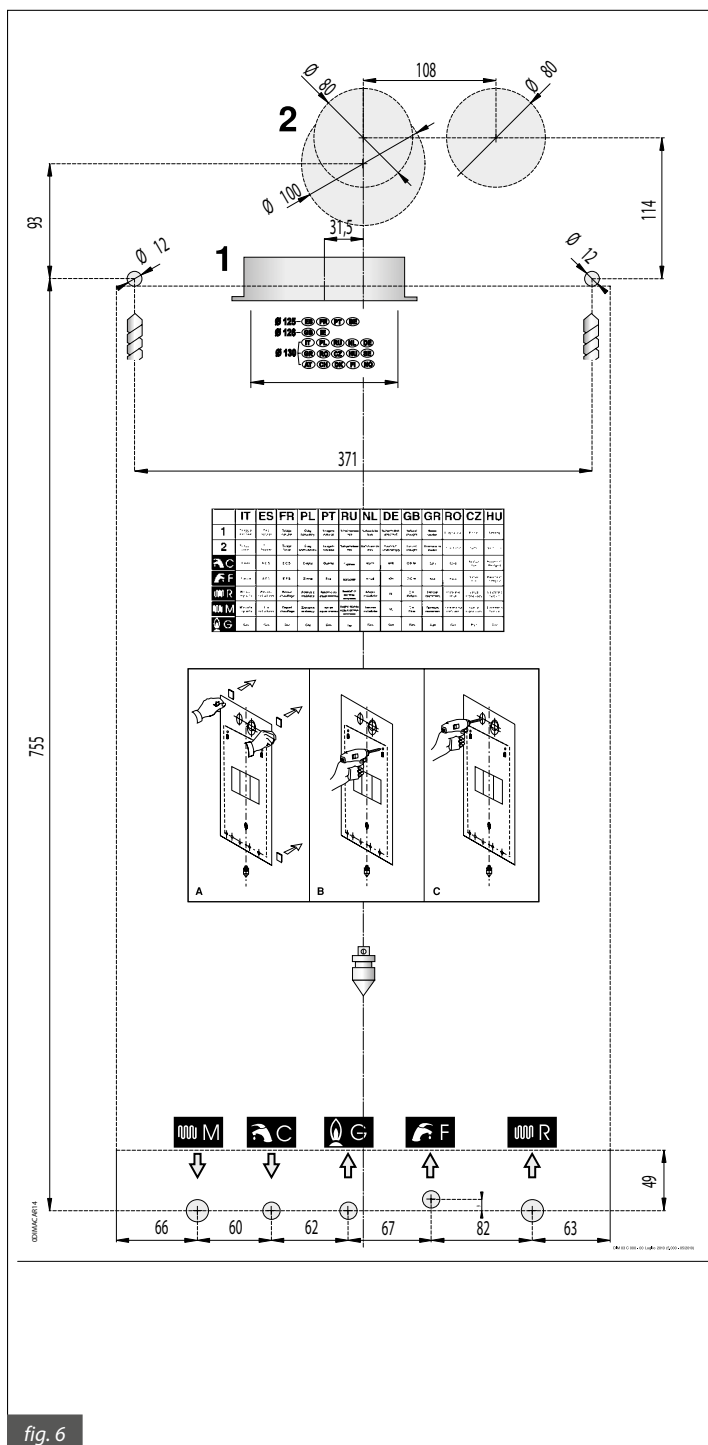

fig. 6
- b) șablonul de fixare a centralei termice în perete (fig. 6);
Fiecare centrală este dotată cu un șablon din hârtie (fig. 6) inclus în pachet, care permite pregătirea tuburilor pentru conectarea la sistemul de încălzire, la circuitul de apă caldă, la rețeaua de gaz și la țevile de aspirare a aerului și de evacuare a gazelor în momentul realizării instalației hidraulice și înainte de instalarea centralei.